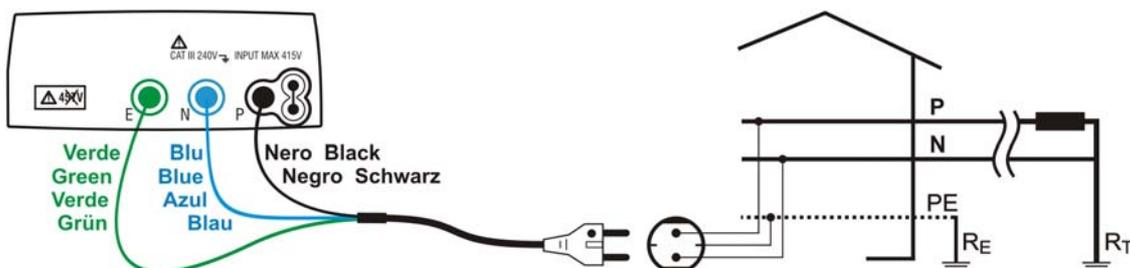
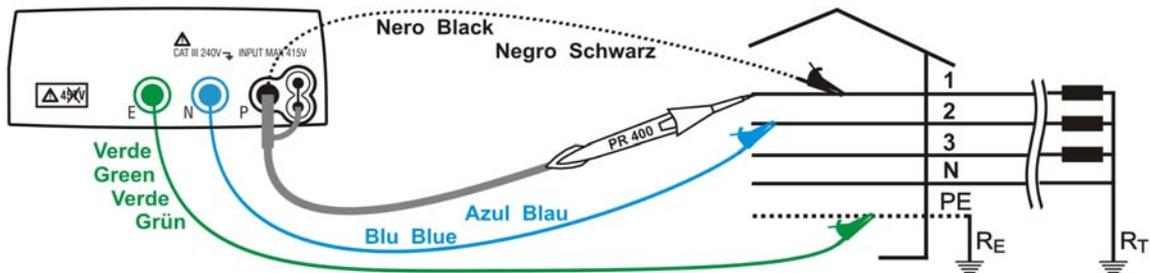

Fig. 13: Misurazione dell'impedenza di linea fase – neutro o dell'impedenza dell'anello di guasto in impianti monofase o bifase 230V tramite spina shuko
Fig. 16: Misurazione dell'impedenza di linea fase – fase in impianti trifase 400V + N + PE tramite cavi singoli e puntale remoto
5. Inserire i connettori verde, blu e nero del cavo shuko a tre terminali nei corrispondenti terminali di ingresso dello strumento E, N, P. In alternativa utilizzare i cavi singoli ed inserire all'estremità dei cavi rimasta libera i corrispondenti coccodrilli. Eventualmente utilizzare il puntale remoto inserendone il connettore multipolare nel terminale di ingresso P. Connettere la spina shuko, i coccodrilli od il puntale remoto alla rete elettrica in accordo alle Fig. 13, Fig. 14, Fig. 15, Fig. 16 e Fig. 17.